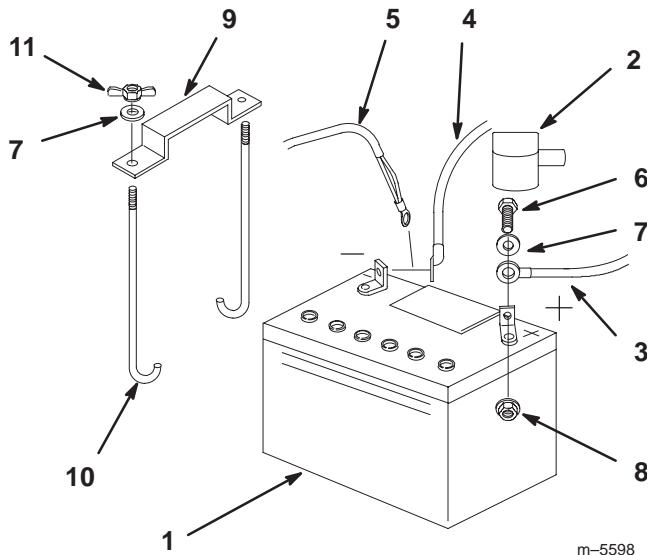

Figure 77
1. Placez la batterie dans son support en tournant les bornes vers le moteur (Fig. 77).
4. Fixez les câbles à l'aide de 2 boulons (1/4 x 3/4 pouce), 2 rondelles (1/4 pouce) et 2 contre-écrous (1/4 pouce) (Fig. 77).
6. Fixez la batterie en position avec des boulons en J, une barrette de maintien et 2 rondelles (1/4 pouce), ainsi que 2 écrous papillons (1/4 pouce) (Fig. 77).
3. Débranchez d'abord le câble négatif et le câble de masse de la borne négative (-) de la batterie (Fig. 77).
4. Ôtez le capuchon rouge de la borne positive (rouge) de la batterie. Retirez ensuite le câble positif (rouge) de la batterie (Fig. 77).
5. Retirez les deux écrous papillons (1/4") de fixation de la barrette de maintien de la batterie (Fig. 77).